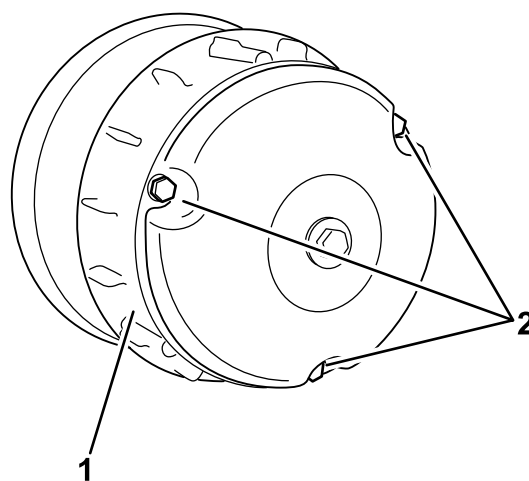

Figure 63
- Retirez les 3 boulons qui fixent le couvercle de l'embrayage et déposez le couvercle (Figure 63).
- Posez le couvercle d'embrayage et fixez-le avec les 3 boulons (Figure 63) que vous avez retirés à l'opération 2.